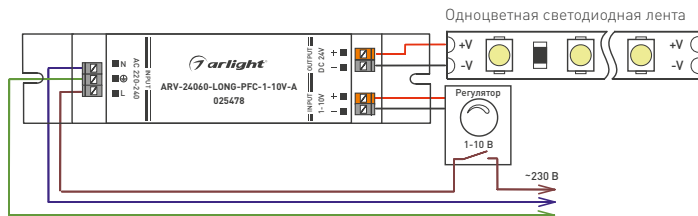

Рис. 1. Пример подключения источника питания.
- 3.4. Подключите нагрузку к выходным зажимным клеммам «+» и «-» источника питания со стороны «OUTPUT», строго соблюдая полярность (рисунок 1).
- 3.5. Подключите провода обесточенной электросети к входным зажимным клеммам источника питания со стороны «INPUT», соблюдая маркировку: «L» [фаза], «N» [ноль]. Подключите провод защитного заземления к зажимной клемме, обозначенной символом «⊕» (рисунок 1).
- 3.6. Подключите регулятор 1-10 В к входным зажимным клеммам «1-10V» источника питания, соблюдая полярность (рисунок 1).